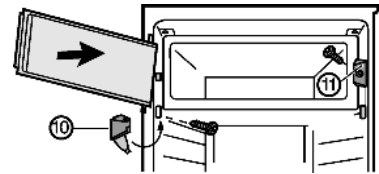

Fig. 7*
- ▶ Verschlussstück Fig. 7 (11) montieren.*
- ▶ Lagerbock Fig. 7 (10) montieren und Abdeckung zuklappen.*